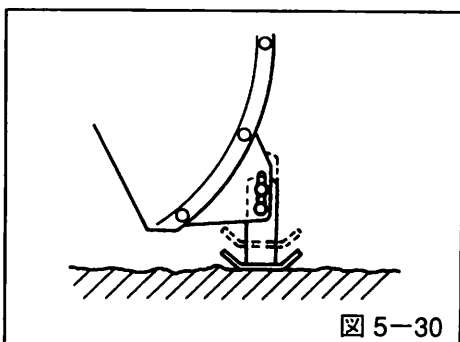

図 5-30
- 整地された路面、アスファルト路面を除雪する場合にはソリの2本のボルトを緩めてソリを上上げれば、路面ストレスまで除雪ができます。(図5-30参照)